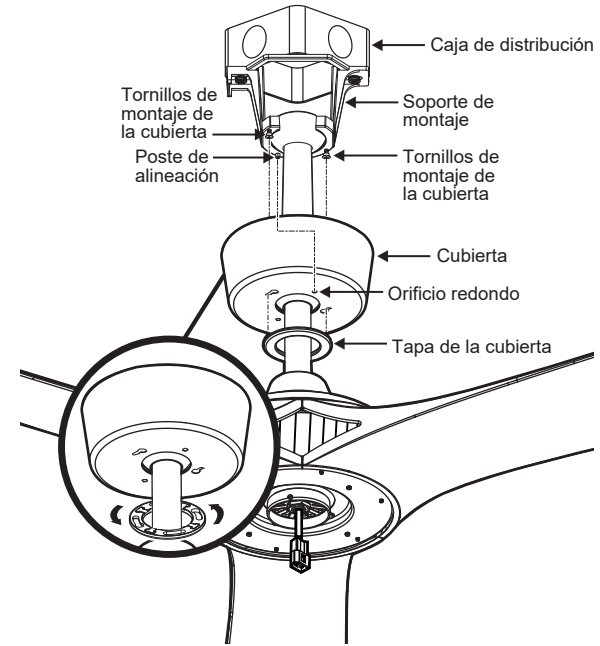

Fig. 15
**Paso 1.** Coloca todas las conexiones apropiadamente en la caja eléctrica del techo. (Fig. 15)